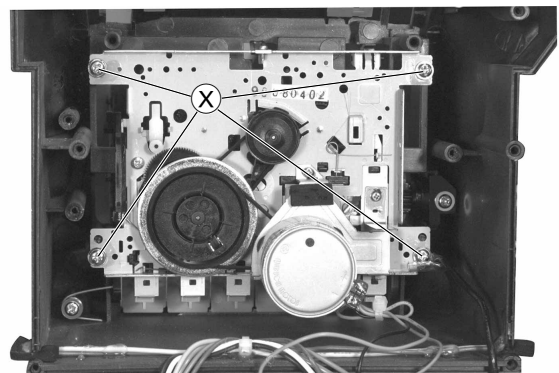

Fig. 24
- Cassettenfach öffnen, 4 Schrauben ⑧ herausdrehen (Fig. 24) und Laufwerk herausnehmen.
- Open the cassette compartment, undo the 4 screws ⑧ (Fig. 24) then remove the drive unit.